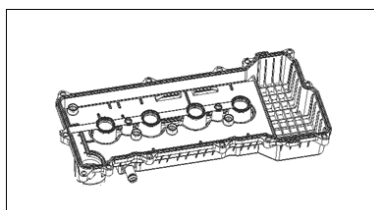

Рисунок II-58
1. Установить прокладку клапанной крышки (см. Рисунок II-58).